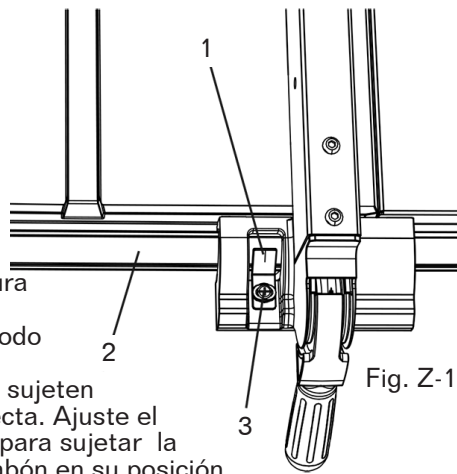

Fig. Z-1
2. Coloque el guía (1) a la derecha de la mesa y a lo largo del extremo de la ranura del indicador de bisel.
3. Bloquee la manivela del guía (2). El guía debería encontrarse en paralelo con la ranura del indicador de bisel.
- Afloje los dos tornillos (3) y levante la manivela (2).
- Sujete firmemente la agarradera del guía (4) contra la parte frontal de la mesa de sierra. Desplace el guía hasta que se encuentre paralelo con la ranura del indicador de bisel.
- Mover la manivela (2) hacia arriba y gire la tuerca de ajuste (5) en sentido horario usando una llave de 10 mm hasta que la abrazadera trasera quede ajustada. NO gire el tornillo de ajuste más de 1/4 vuelta por vez.
**AJUSTE DEL INDICADOR DEL GUÍA DE CORTE (FIG. Z-1)**
1. El indicador del guía de corte (1) apunta hacia la escala (2) de medición. La escala muestra la distancia desde el lateral del guía de corte hasta el lado más próximo de la hoja.
2. Mida la distancia con una regla. Si existe distancia suficiente entre la medición y el indicador, ajuste el indicador (1).
3. Afloje el tornillo (3) y deslice el indicador hasta la medición correcta en la escala (2). Apriete el tornillo y vuelva a medir con la regla.